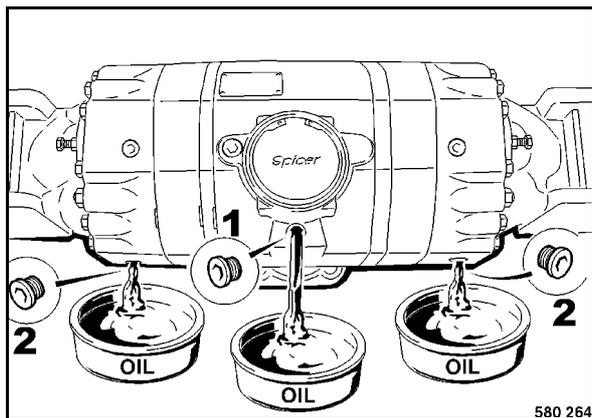

Рис. 168
- Очистить и выкрутить все пробки для проведения контроля и пробки сливных отверстий (Рис. 168).